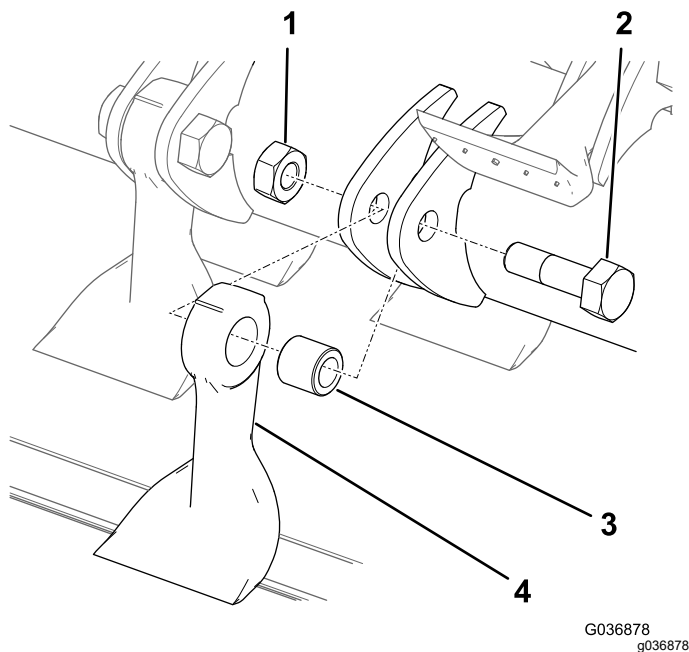

**Figura 74**
8. Afferrando la lama con un panno o un guanto imbottito, rimuovete il dado, il bullone, la boccola e la lama (Figura 74).
10. Montate una nuova lama e boccola con un nuovo dado e bullone della lama (Figura 74).